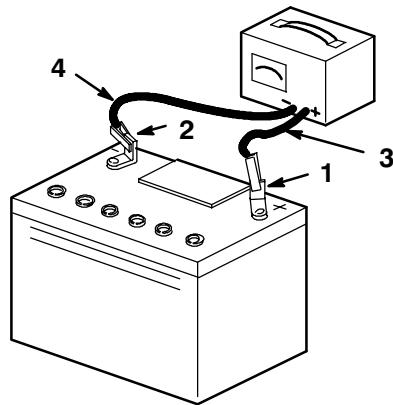

Bild 6
- Laden Sie die Batterie 10 bis 15 Minuten lang mit 25 bis 30 A oder 30 Minuten lang mit 4–6 A (Bild 6). Überladen Sie die Batterie nicht.
- Ziehen Sie, wenn die Batterie voll geladen ist, den Stecker des Ladegeräts aus der Dose. Klemmen Sie dann die Klemmen des Ladegeräts von den Batteriepolen ab (Bild 6).